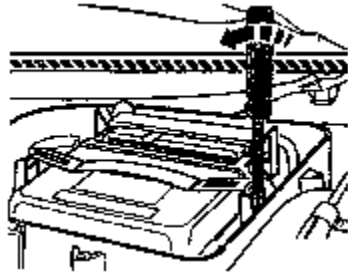

图 5-4 拆下定位杆
(1) 关闭点火开关。
- (2) 拆下电控单元防护盒的上盖。
- (3) 用螺丝刀按图 5-4 箭头所指方向拆下定位杆。
- (1) 关闭点火开关。
- (2) 卸下控制单元保护壳的上盖。
- (3) 用螺丝刀按图 5-4 箭头所指，拆下定位杆。
- (4) 松开并拉下控制单元前部的插头。
- (5) 拿出旧的发动机控制单元，放一个新的进去。